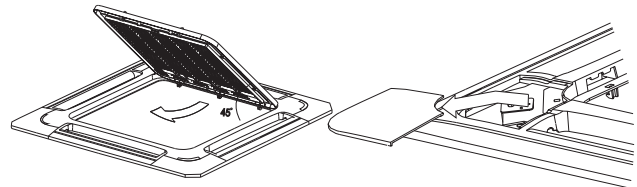

Fig. 5-10
- Estrarre la griglia fino a un angolo di 45° e rimuovere. (Vedi fig.5-10)